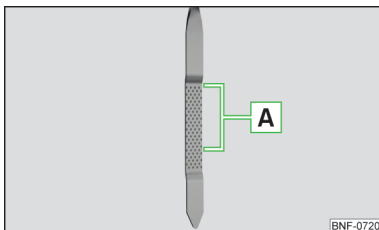

Bild 139
Oljenivån ska därefter ligga i området **A** » bild 139. Om oljenivån ligger under området **A** ska du fylla på med olja.
- Oljenivån får aldrig ligga utanför området **A** » bild 139 - skaderisk på motorn och avgassystemet.